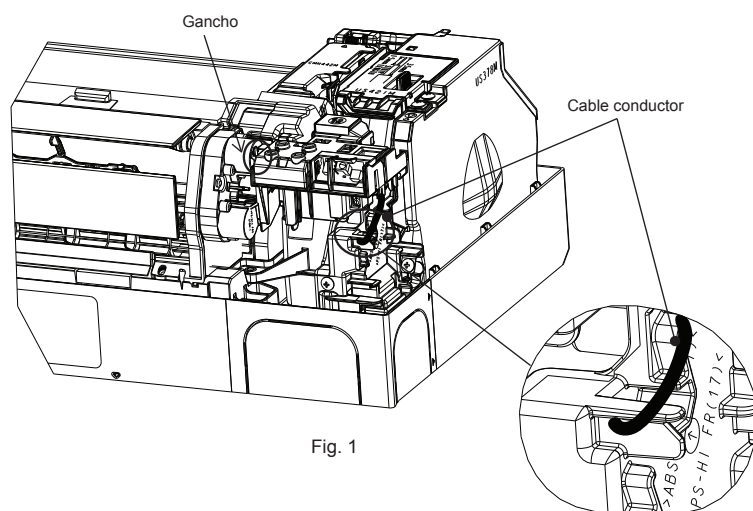

Fig. 1
- 2) Saque el cable conductor del gancho. (Fig. 1)